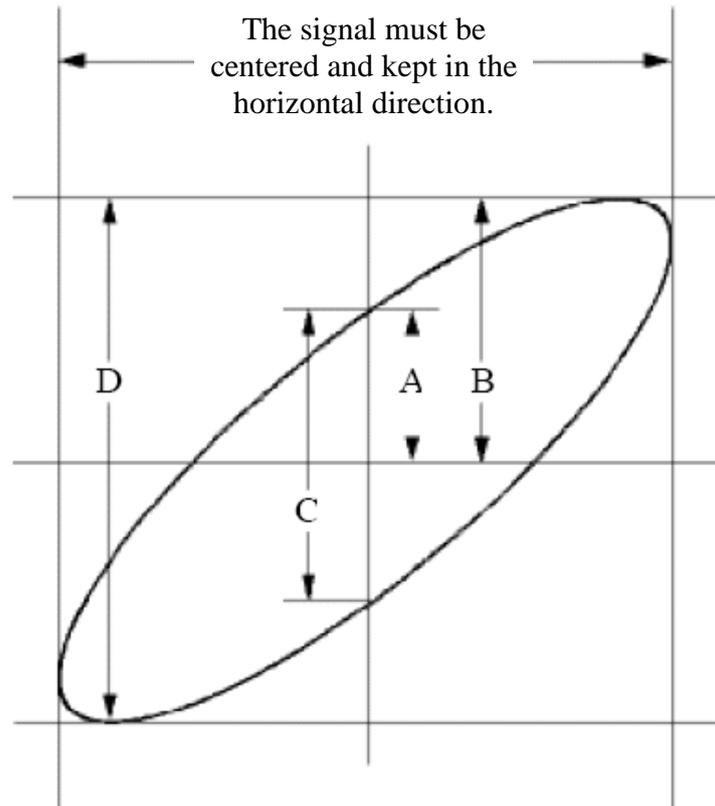

Figure 9-6 リサーチ図
- (1) プロブ・メニューでプロブ減衰比を 10X、プロブの減衰比をスイッチで 10X に設定します。詳細は "プロブ減衰比の設定" を参照ください。
- (2) 回路の入力信号に CH1 プロブを、出力信号に CH2 プロブを接続します。
- (3) **CH1**~**CH4** ボタンを押して、CH1 と CH2 をオンにし、CH3 と CH4 をオフにします
- (4) **Autoset** を押します。オシロスコープが自動設定を実施して 2 つのチャンネル波形が表示されます。
- (5) **CH1** を押して **垂直 Scale** ノブを回し、**CH2** を押して **垂直 Scale** ノブを回して、波形の振幅がおおむね同じくらいになるように調整します。
- (6) **Display** を押して ディスプレイ・メニューを開きます。
- (7) 下メニューの **XY Mode** を押し、右メニューの **Enable** を **ON** にすると XY 表示になり、リサージュ図が表示されます。
- (8) **垂直 Scale** ノブと **垂直 Position** ノブを回して波形をさらに調整します。
- (9) 楕円の形状から、位相差を計算することができます。(Figure 9-6)